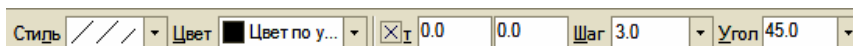

Рисунок 5.20 Параметры штриховки
- Параметры ввода (Рисунок 5.20)